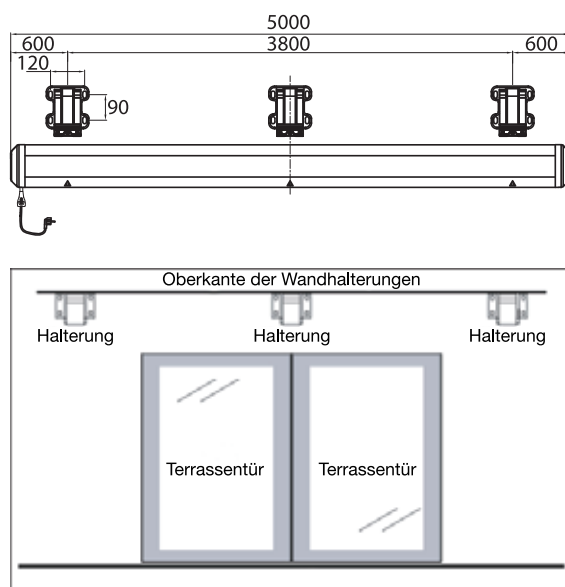

Bild 2
4. Messen Sie die ermittelte Lage der Halterungen aus und übertragen Sie sie auf die Montageebene (Wand). Zeichnen Sie mithilfe eines langen Lineals eine waagerechte Linie an (Bild 2). Die richtige Montage der Halterungen an der Wand ist äußerst wichtig, weil auf das Trägerrohr ein enormes Gewicht durch die Markise zukommt.